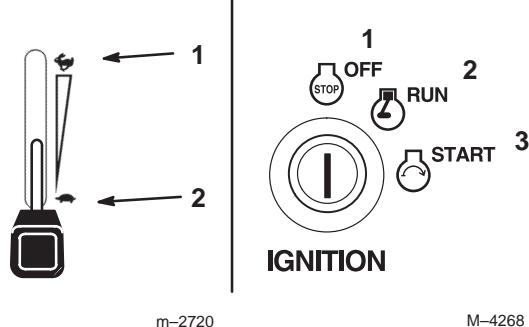

Figure 16
- Placez la manette d'accélérateur en position de régime maximum pour démarrer à froid (Fig. 16).
1. Débrayez la PdF (Fig. 16).
2. Réglez la manette d'accélérateur à mi-course entre les positions de ralenti et de régime maximum (Fig. 16).